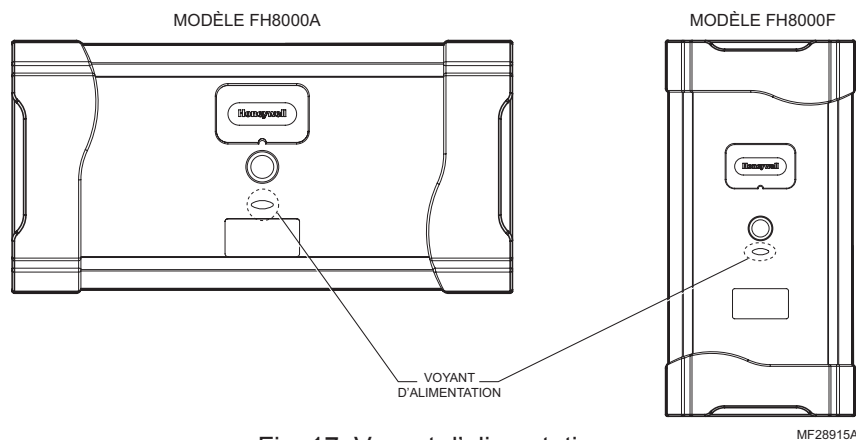

Fig. 17. Voyant d'alimentation.
d. Le voyant d'alimentation sous l'interrupteur d'alimentation de l'épurateur d'air amélioré de Honeywell s'allume (voir Fig. 17).
L'épurateur d'air amélioré de Honeywell est muni d'un voyant d'alimentation situé sur la porte (Fig. 17 page 19). Ce voyant s'allume lorsque la porte de l'épurateur d'air amélioré de Honeywell est installée, lorsque l'interrupteur d'alimentation est sur marche ET que la soufflante du générateur d'air chaud ou de l'unité de traitement de l'air fonctionne et (pour les modèles FH8000A) que le débit d'air est détecté. Si le voyant ne s'allume pas, suivre les étapes de dépannage ci-dessous.